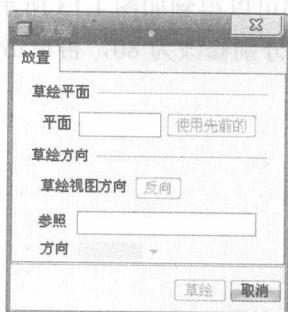

图 1.7
2) 在“拉伸特征控制”对话框中单击“放置”→“定义”项，出现如图 1.7 所示的“草绘”对话框。